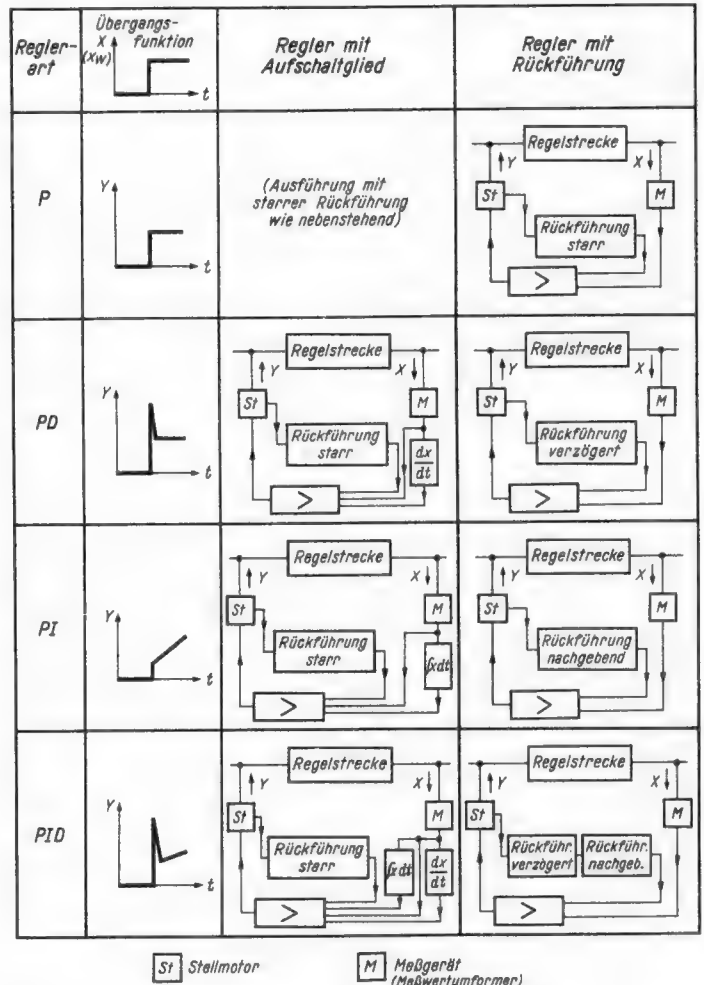
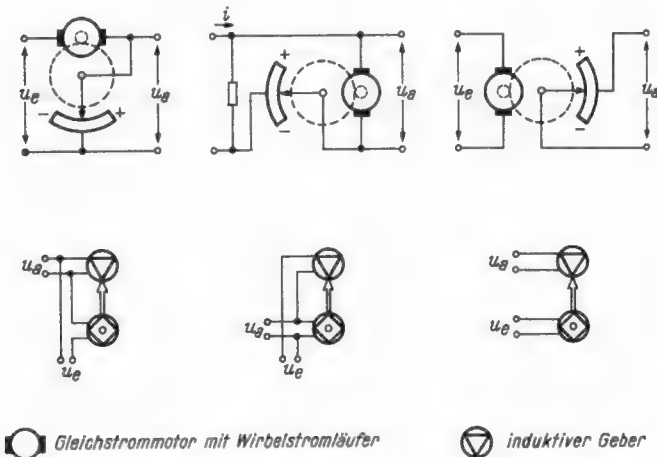

Bild 10. Übersicht der Kombinationsmöglichkeiten für zusammengesetzte Regler.
Bild 9. Technische Ausführungen von Zeitgliedern mit Gleich- und Wechselstrommotoren und Potentiometern und induktiven Gebern
meist Potentiometer oder induktive Geber als Meßgeräte und Gleich- oder Wechselstrommotoren als Stellmotoren verwendet. In solchen Regelanlagen, in denen die Verstellzeit (genormt Stellzeit T_s) verhältnismäßig groß (gegenüber den vorher genannten Reglern in Hf-Geräten) ist und von ungefähr einer Sekunde bis zu einigen Minuten dauern kann, werden als zeitabhängige Glieder meist Kombinationen aus Motor und induktivem Geber oder Motor und Meßpotentiometer verwendet (9, 10). Voraussetzung hierbei ist es, daß besonders hier nur Motoren mit linearer Spannungsdrehzahlkennlinie (5) benutzt werden. Bild 9 zeigt für beide Kombinationsmöglichkeiten die Ausführungen als verzögerte, Differentialquotienten- und als Integralgeber. Welche Reglerart, für Gleichstrom mit Meßpotentiometern oder für Wechselstrom mit induktiven Gebern, verwendet wird, das hängt allein von praktischen Erwägungen ab. Während bei dem Gleichstromsystem Verstärker nach Art der bolometrischen, lichtelektrischen oder Wechselstromverstärker mit Wiedergleichrichtung (11) verwendet werden, ist die Verstärkung beim Wechselstromsystem mittels normaler Röhrenverstärker oder mit Hilfe von Transduktoren (magnetischen Verstärkern) möglich. Die von der Regelstrecke aufzubringenden Drehmomente zum Verstellen des Meßpotentiometers oder des induktiven Gebers an der Stelle des Meßgerätes im Regelkreis (siehe Bild 4) betragen beim Potentiometer 0,1 bis 0,4 cmg (12) und beim induktiven Geber 0,2 cmg (9).
Mit den in Bild 9 gezeigten Erweiterungselementen kann man nunmehr die Übergangsfunktionen der in Bild 6 gezeigten einfachen Regler kombinieren und erweitern. Bild 10 zeigt die hierfür gegebenen Möglichkeiten als Blockschaltbild. Will man z. B. aus einem I-Regler einen P-Regler machen, dann